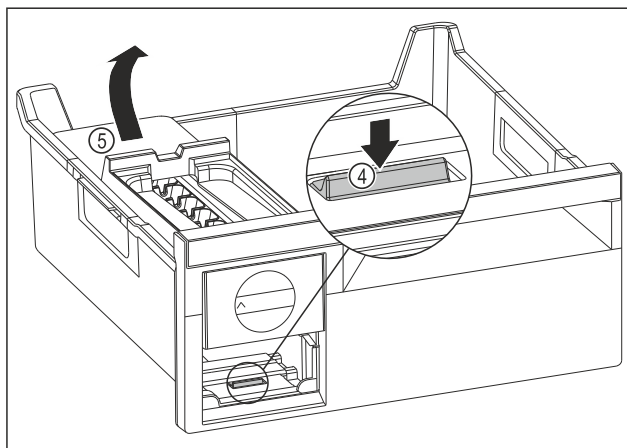

Fig. 82
- ▶ Fjern hoveddelen til EasyTwist-Ice: Trykk tappen Fig. 82 (4) ned med fingeren samtidig som hoveddelen til EasyTwist-Ice Fig. 82 (5) løftes opp fra baksiden med den andre hånden.